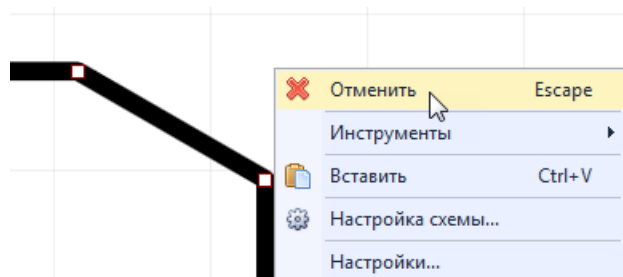

Рис. 412 Отмена размещения
4. Для отмены размещения фаски или сопряжения нажмите Escape или «Отменить» в контекстном меню, см. Рис. 412. После отмены размещения фаски/сопряжения инструмент останется активным.